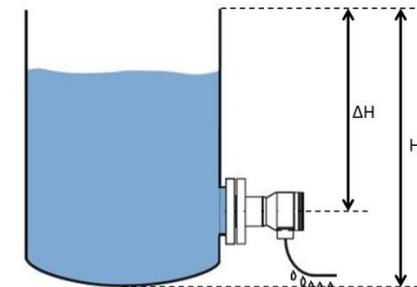

Рисунок 2. Расположение места установки датчика при измерении уровня жидкости.
4.5. Посадочное место для датчика следует предусматривать в максимально нижней точке емкости с измеряемым уровнем жидкости. Датчик показывает воздействие давления гидростатического столба ( $\Delta H$ ) над местом его установки (см. рис. 2.), не учитывая остаточный уровень ( $H - \Delta H$ ).